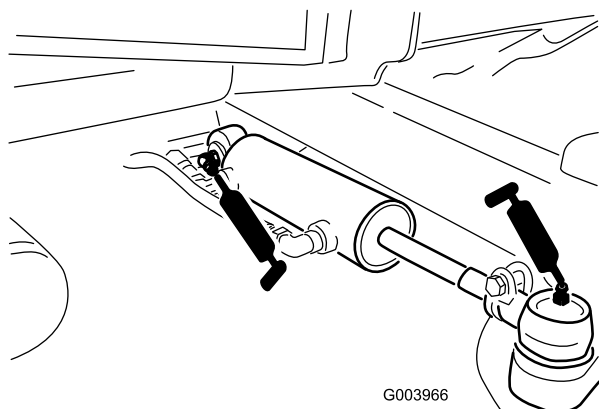

Figura 48
- Giunti sferici (2) del cilindro di sterzo (Figura 48)